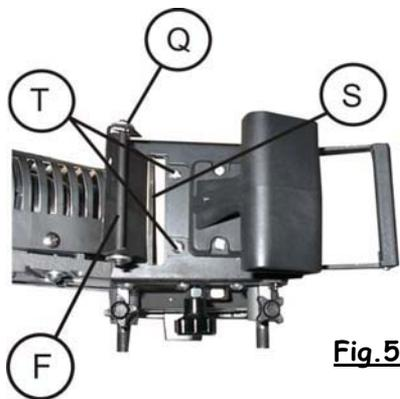

Fig.5
- 2. Far passare il bordo sotto l'asticella antiritorno F, (Fig.5), e attraverso le lame U, fino a sistemarlo sotto il rullo incollatore W (Fig.8)
L'avanzo in questo lato sarà di 1,5 mm, oppure non esisterà, a seconda di come è stato regolato il pressoio del lato fisso. (Vedere capitolo pressoio). (Fig. 5).
Togliere il canalizzatore del bordo Q, (Fig. 5), il deflettore e la lama posteriore S.
Nella parte superiore del gruppo portalamo sono visibili le teste delle viti T, (Fig. 5), che fissano la lama anteriore. Allentare e togliere queste viti per rimuovere la lama anteriore.